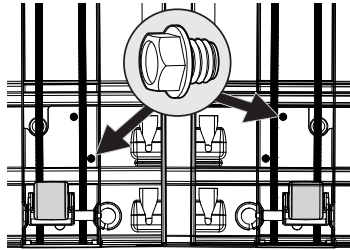

Fig. 4
- b. Con un perno 5H y un taladro eléctrico, ajuste la parte inferior del conjunto nivelador con una broca hexagonal de 3/8" en cualquier orificio que se superponga con el orificio del tornillo (Fig. 4).